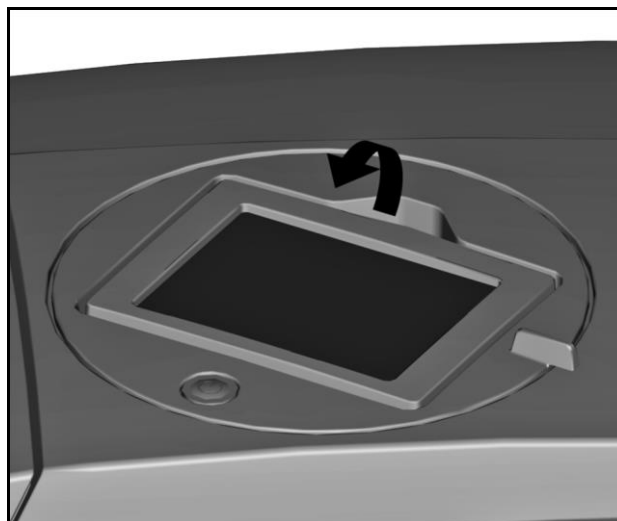

Abbildung 11 Touch Panel nach unten geklappt
- 1 Klappen Sie das Touch Panel in die gewünschte Position nach oben (siehe „Abbildung 11 Touch Panel nach unten geklappt“).